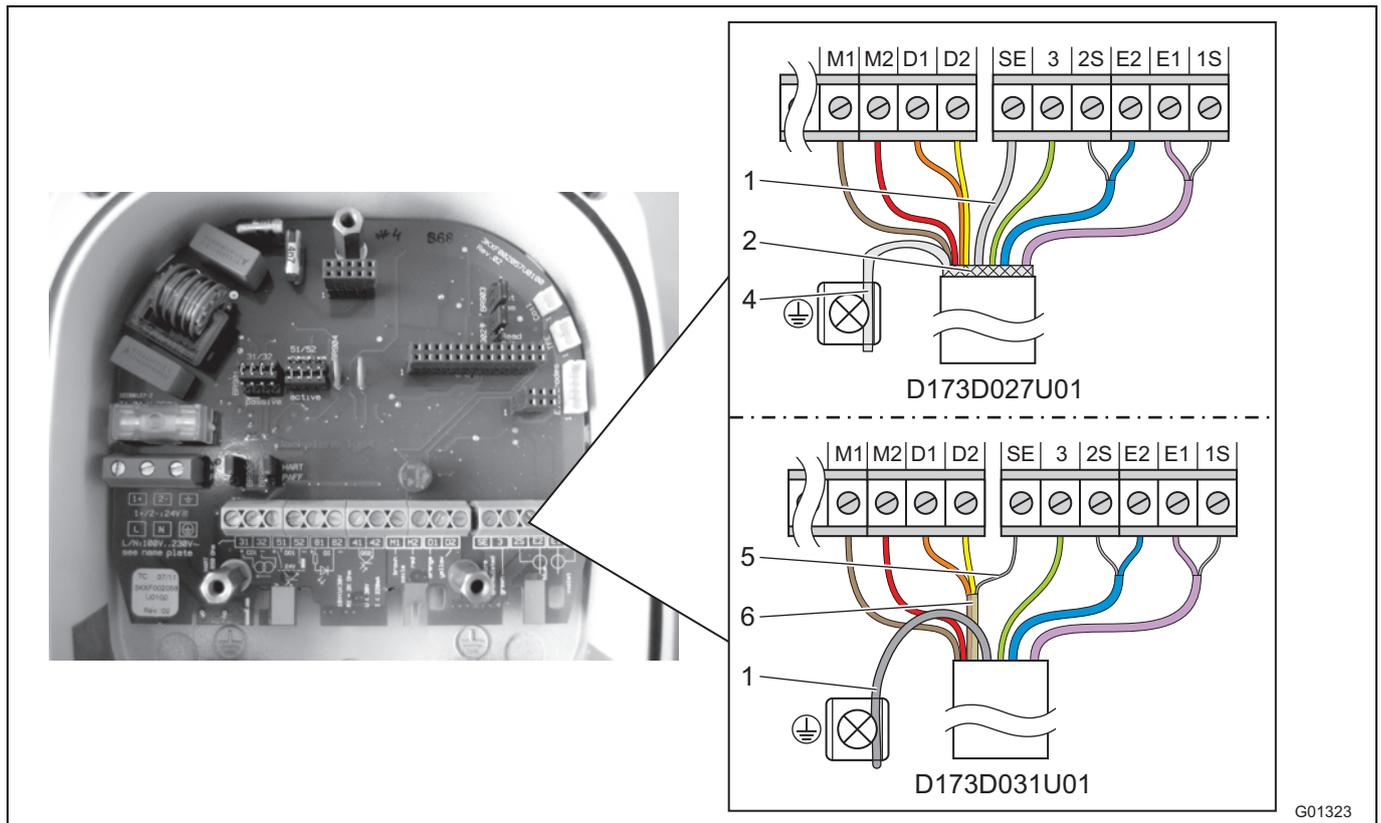

Fig. 37: Côté transmetteur, dimensions en mm (inch)
Confectionner l'extrémité de câble côté transmetteur comme illustré à la Fig. 37.
- Raccorder tous les autres fils comme illustré à la Fig. 37.